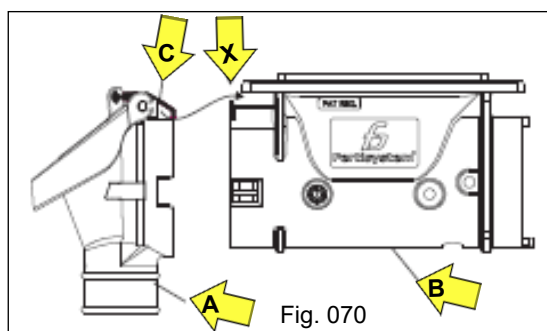
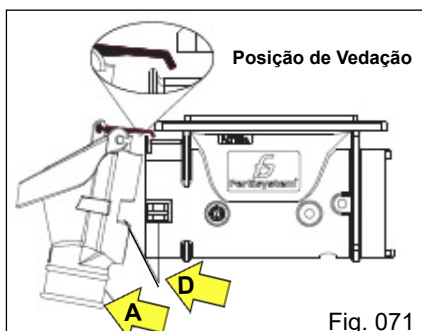
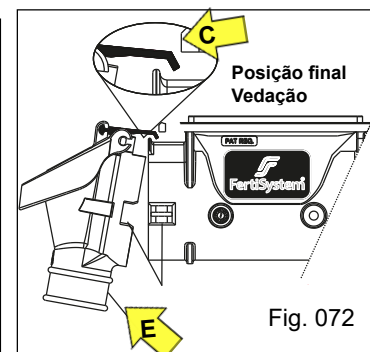

Fig. 070
Fig. 071
Fig. 072
Para realizar a montagem do conjunto do bocal "A", aproxime-o ao corpo principal "B", observando que a vedação "C", fique sobreposta ao ponto "X" do corpo principal "B" (Fig. 070). Para que isso ocorra, incline levemente o conjunto do bocal "A" (Fig. 071) e direcione aos encaixes "D" em ambos os lados, alinhando-os e fixando até o final. Após fixe com o fecho inox "E" (Fig. 072), girando até o travamento final em ambos os lados. Observe a posição final da vedação "C" (Fig. 072).
Ao realizar a operação de retirada do Bocal, faça com cuidado o destravamento do Fecho Inox (E) (Fig. 072) para que não ocorra danos nas mãos pelo "efeito mola" proporcionado pelo mesmo.